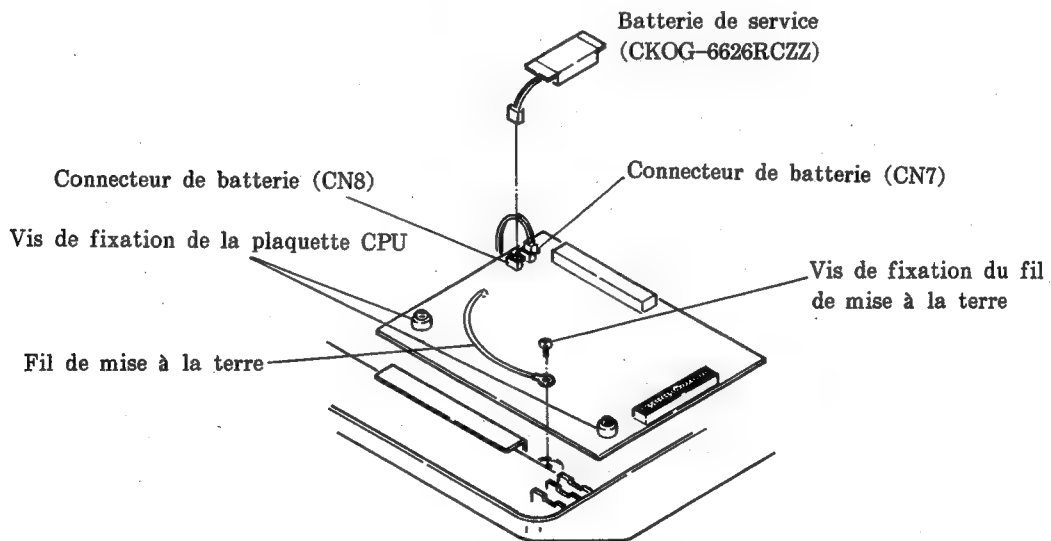

Fig. 16
(7) Débrancher tous les connecteurs de la plaquette CPU, excepté la batterie de service. (Prendre garde de ne pas débrancher la batterie de service.)
(8) Retirer les vis de fixation (2) de la plaquette CPU et la vis de fixation (1) du fil de mise à la terre, puis retirer la plaquette CPU du boîtier inférieur. (Voir la Fig. 16 ci-dessus.)